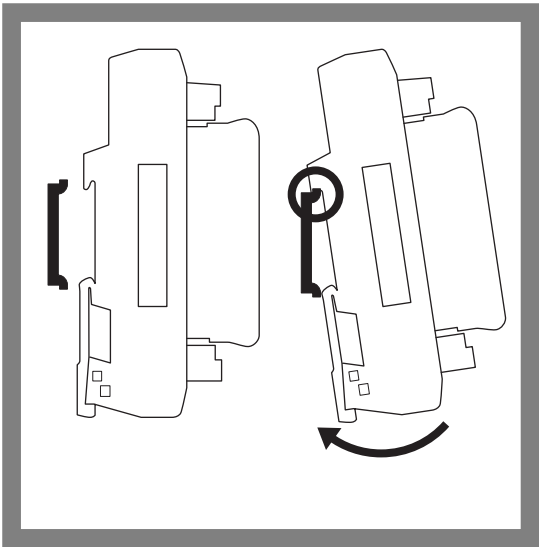

Abb. 2: Montieren
- 1 Montieren Sie das SCALA 8-fach-Relais-Modul wie in Abb. 2 dargestellt.